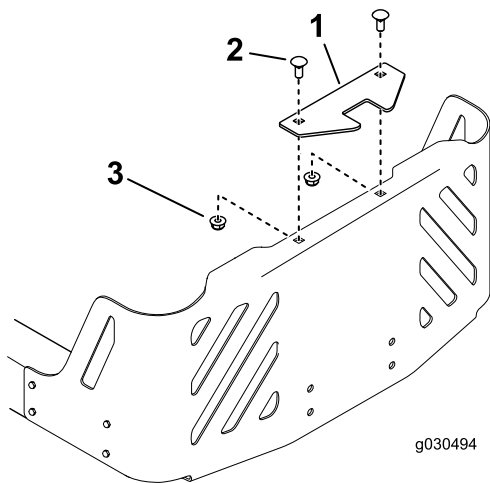

Bild 14
2. Befestigen Sie den Stabilisatorbügel mit zwei Schlossschrauben (5/16" x 3/4") und zwei Sicherungsmuttern (5/16") an der Motorschutzvorrichtung, wie in Bild 14 abgebildet.